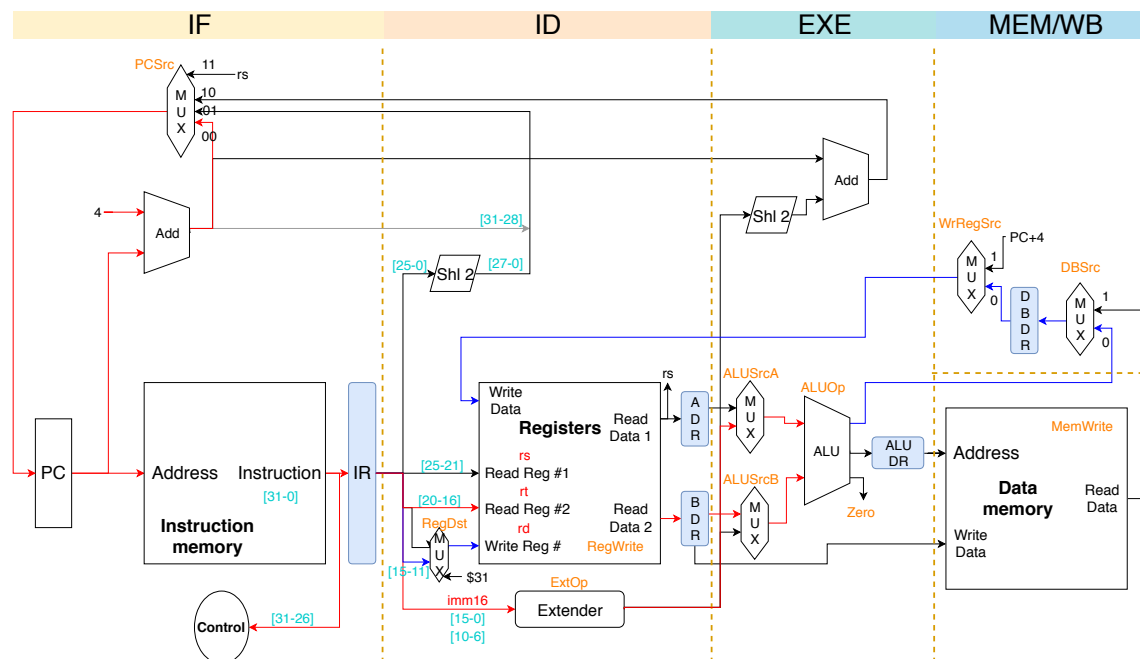

图 6: sll通路
3. `sll`指令为R类型，但是指令格式比较特殊。见图6，执行阶段从指令中读入`rt`寄存器的地址并取出，取指令的[10:6]位读出立即数`sa`并进行零扩展(`ALUSrcA=1`)，利用ALU对`rt`的内容及`sa`进行移位操作，结果写回`rd`寄存器。